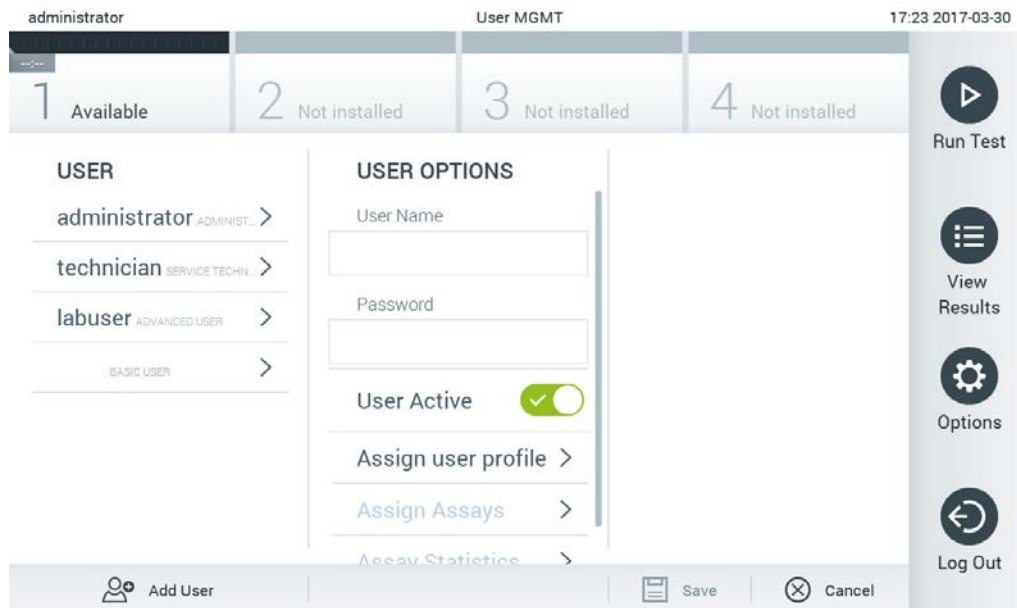

Figura 57. Aggiunta di un nuovo utente.
1. Premere il pulsante Options (Opzioni), quindi User Management (Gestione utenti) per configurare gli utenti. Nell'area dei contenuti del display, viene visualizzata la schermata User Management (Gestione utenti) (Figura 57).